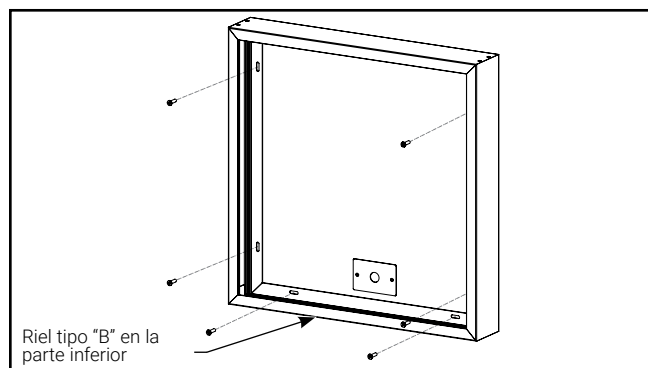

Figura 11.
Nota: Se recomienda montar la caja de modo que la caja de conexiones del conductor de suministro esté ubicada en un extremo de la caja. Esto asegurará que haya suficiente espacio libre dentro de la caja para un exceso de conducto de metal flexible. (Figura 11.)
- B3. Fije la caja a la pared usando la tornillería correspondientes (no incluida) para asegurar ambos rieles tipo "A" y el riel tipo "B" inferior a la superficie. Asegúrese de que la caja permanezca cuadrada durante el montaje. El espacio de las ranuras de montaje es de 16 pulgadas de centro a centro. (Figura 11.)